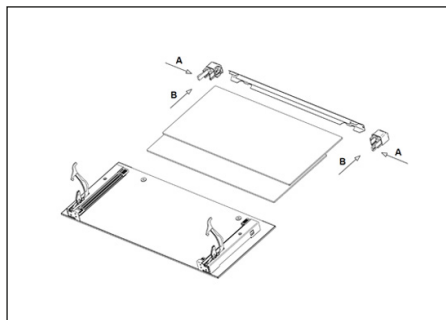

Рис.1
- После этого будет можно снять внутренние стекла. Рис.1-В